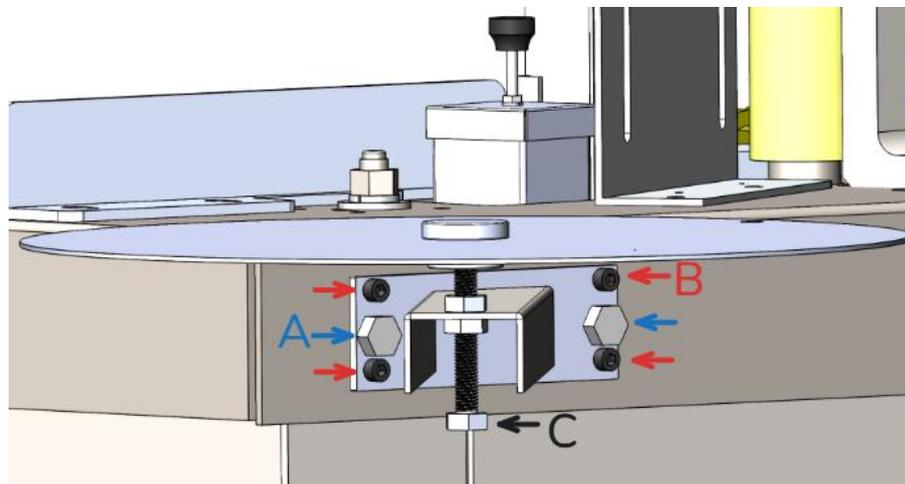

Figura 4 - Braço do prato e parafusos de ajuste
- Ajuste o parafuso sextavado [ C ] para garantir que o prato e o sistema de avanço da fita fiquem alinhados conforme a Figura 4.